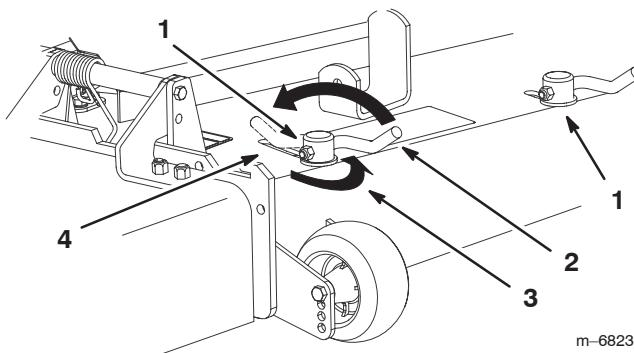

Figure 16
- Pour régler les verrous à came, soulevez le levier pour desserrer le verrou (Fig. 16).